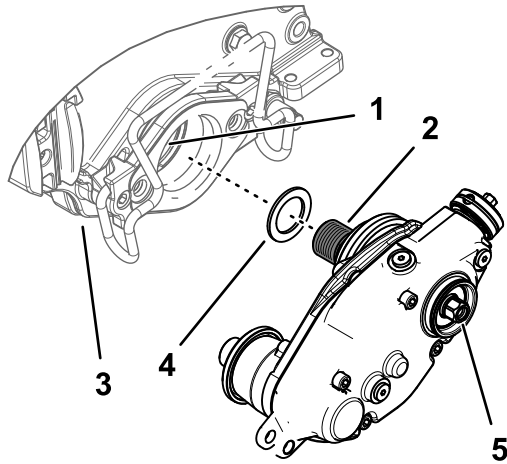

図 13
2. カuttingユニットの左側にグルーマ駆動ボックスを取り付けた場合、黒色リールアダプタのねじ山部分にシムワッシャを入れる 図 13。
4. リールシャフトにグルーマ駆動ボックスを取り付ける 図 13。
6. リールが回転しないようにしたら、駆動ボックスのシャフトの六角ヘッドを135-150 N·m 13.8-15.3 kg·m = 100-110 ft-lbにトルク締めする 図 13を参照。